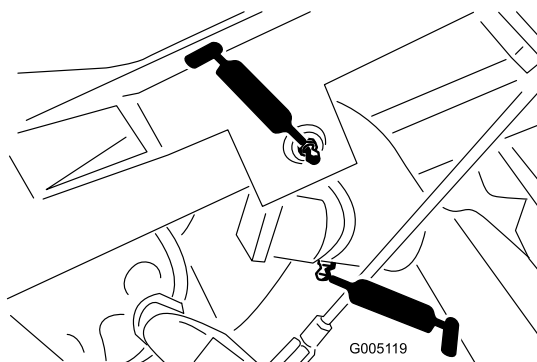

Figure 41
- Pivot de bras de relevage (3) et articulation de pivot (3) (Figure 41)